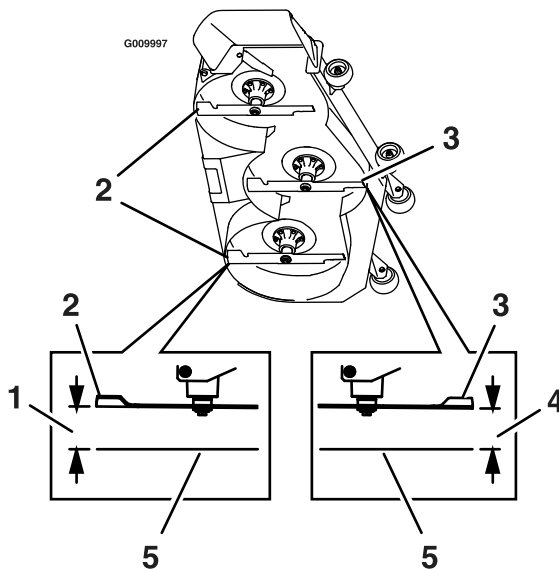

Figure 83
8. Mesurez la distance entre la surface plane et la pointe avant de la lame centrale (Figure 83).